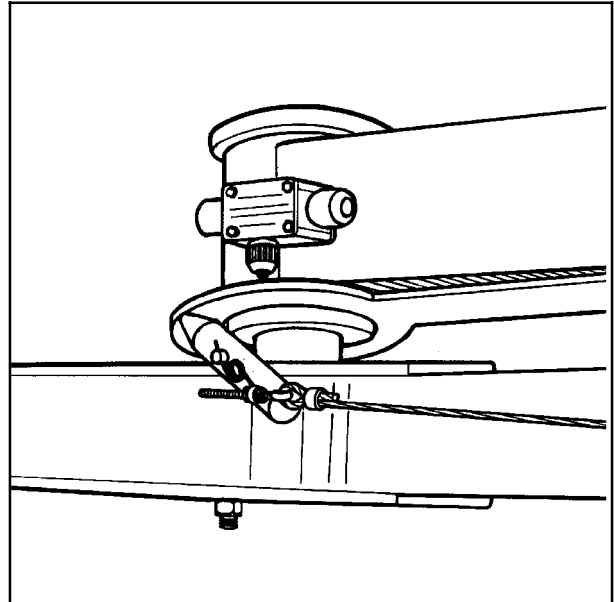

Fig. 5-2
- 5.4** Den består av en utløserbøyle som via en wire er forbundet med en fjærbelastet vippearms, og som igjennom en glideplate aktiverer en liten elektrisk bryter. (Se fig. 5-2). Straks strømkretsen brytes, stenges oljestrømmen, og alle funksjoner stopper. Dette indikeres i styreboksens display ved at tre punkter tennes. (Se kapittel 7.1).